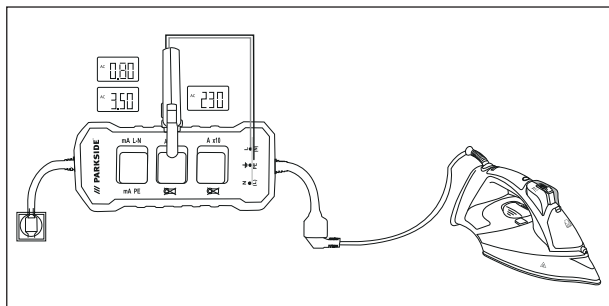

Fig. 3
- 4) Aflæs værdierne for strøm, spænding og den brugte effekt for belastningen (se fig. 3).